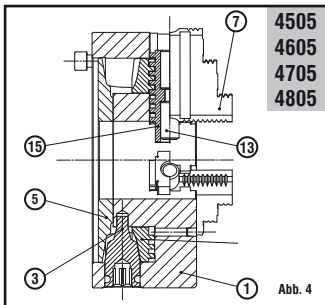

Abb. 4
! ACHTUNG: (Abb. 4) Die Verstellspindel (13) bestimmt nur die Lageregelung der Umkehrbacken (7). Das Werkstück wird mit dem Schlüssel und dem Ritzel (3) gespannt.